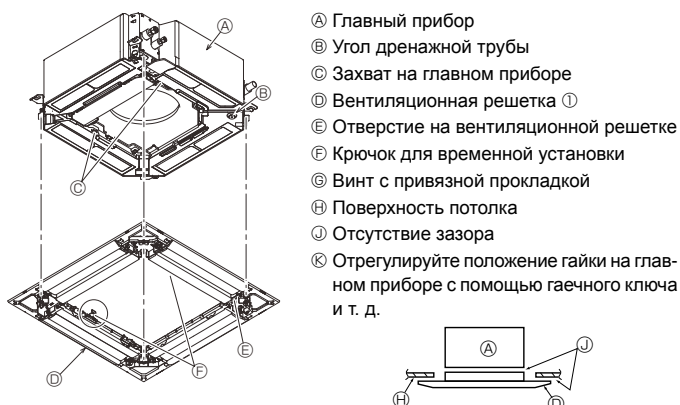

Fig. 9-6
9.4.2. Временная установка вентиляционной решетки (Fig. 9-6)
- Закрепите решетку на главном приборе, затянув заранее установленные винты. (Fig. 9-6)
Примечание. Убедитесь в отсутствии зазоров между главным прибором и вентиляционной решеткой или между вентиляционной решеткой и поверхностью потолка. (Fig. 9-6)
- После затяжки винта убедитесь, что два крючка решетки (Fig. 9-6) зафиксированы на крючках на основном блоке.